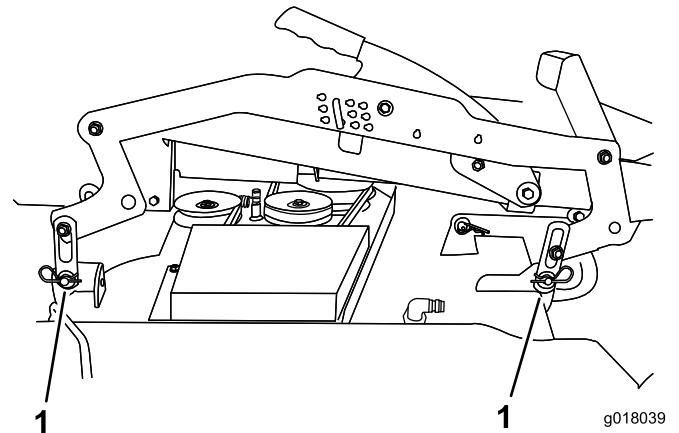

Figura 1
- Rimuovete le 4 coppiglie e le 4 rondelle dai glifi di sollevamento del supporto di sospensione del piatto di taglio, quindi rimuovete i glifi dal piatto di taglio (Figura 1).